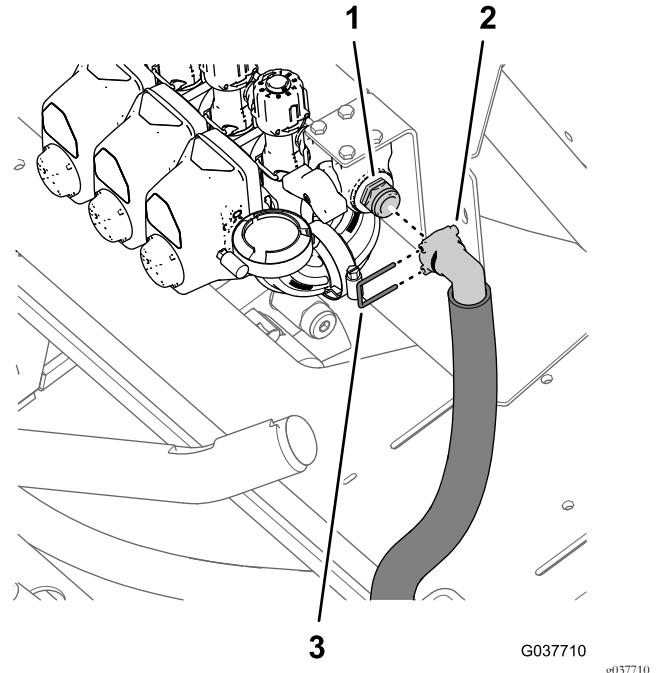

Figura 78
2. Fissate il raccordo dentellato a 90° al raccordo di collegamento rapido con il fermo fornito in dotazione con il gruppo flessibile di bypass e di spurgo (Figura 78).